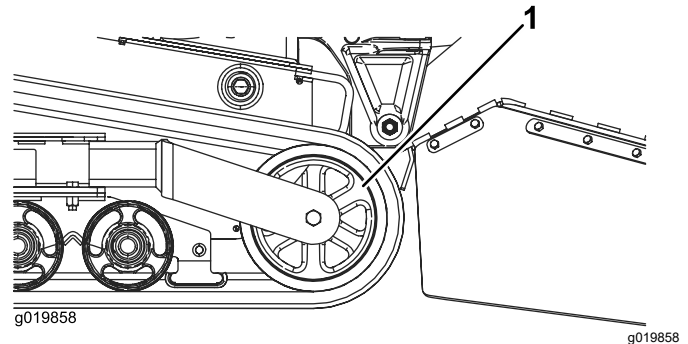

Bild 48
5. Drücken Sie das Spannrad ganz nach hinten (Bild 48).
7. Wenn Sie die Kette vom Spannrad entfernt haben, nehmen Sie sie von der Maschine ab (Bild 48).